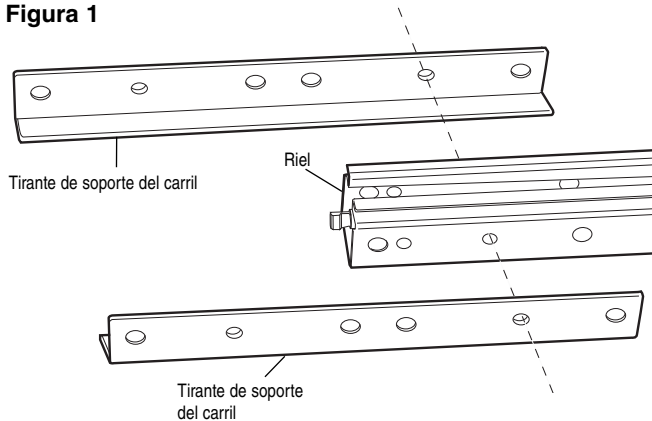

Figura 4
6. Coloque la presilla en C sobre el eje del muñón largo (carril central) para asegurarse de que el manguito no se deslice (Figura 4).